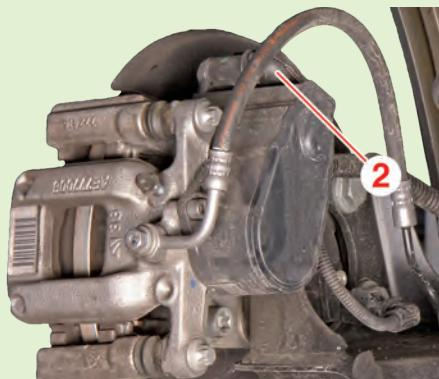

Fig.2
- Débrancher le connecteur (2) (Fig.2).